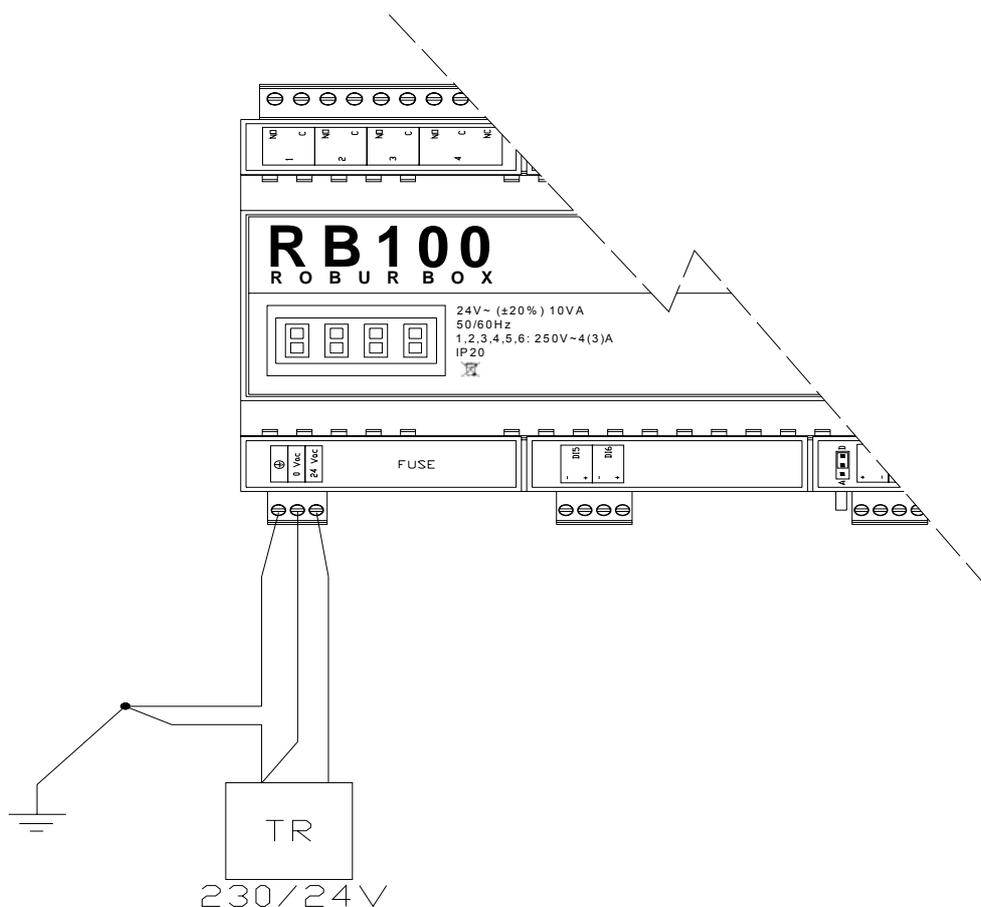

Figura 9 RB100. Esempio di collegamento alla rete: alimentazione elettrica 24 Vac 10VA
4. Effettuare il collegamento con fili di sezione minima $0,75 \text{ mm}^2$, come illustrato in Figura 9, rispettando la polarità.